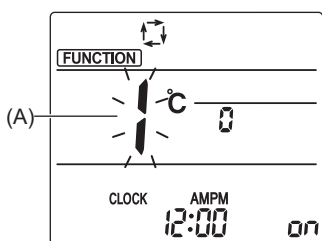

Fig. 6-11
1. Pulse el botón **STOP** (1) para detener el acondicionador de aire.
2. Pulse el botón **MENU** (2).
Se mostrará la pantalla de configuración de funciones y parpadeará el n.º de función (A). (Fig. 6-11)